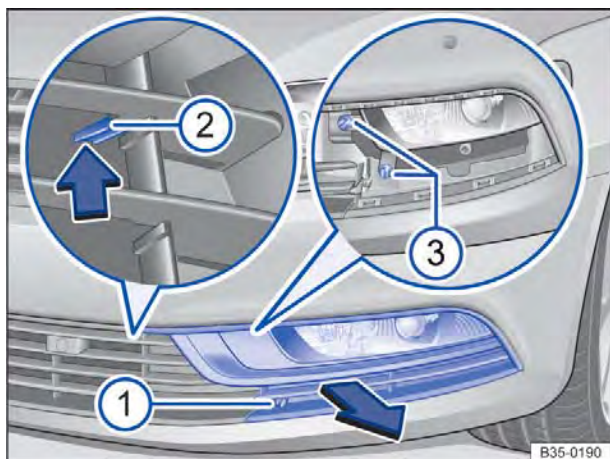
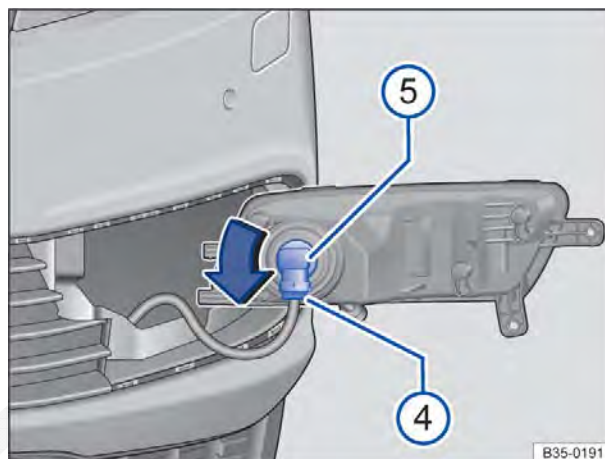

Fig. 246 No para-choque dianteiro à esquerda: farol de neblina.
Fig. 247 No farol desmontado: substituir a lâmpada incandescente.
2. Com a chave de fenda das ferramentas de bordo ⇒ Página 388, desaparafusar o parafuso de fixação ⇒ Fig. 246 ①.
3. Pressionar a lingueta ② no sentido da seta para cima, para soltar o encaixe.
4. Puxar a cobertura ⇒ Fig. 246 para frente no sentido da seta, para fora do para-choque.
5. Com a chave de fenda das ferramentas de bordo desaparafusar os parafusos de fixação ③.
7. Destravar a conexão do conector ⇒ Fig. 247 ④ e retirar o conector.
8. Girar a lâmpada incandescente ⑤ no sentido anti-horário até o batente e retirá-la.
10. Colocar a lâmpada incandescente ⑤ na carcaça do farol e girar no sentido horário para a posição inicial.
12. Colocar a tomada ④ na lâmpada incandescente, até que ela se trave de maneira audível.
14. Instalar os parafusos de fixação ⇒ Fig. 246 ③.
15. Colocar a cobertura contra o sentido da seta ⇒ Fig. 246 no para-choque. Para tanto a lingueta ② deve encaixar.
16. Instalar os parafusos de fixação ①.